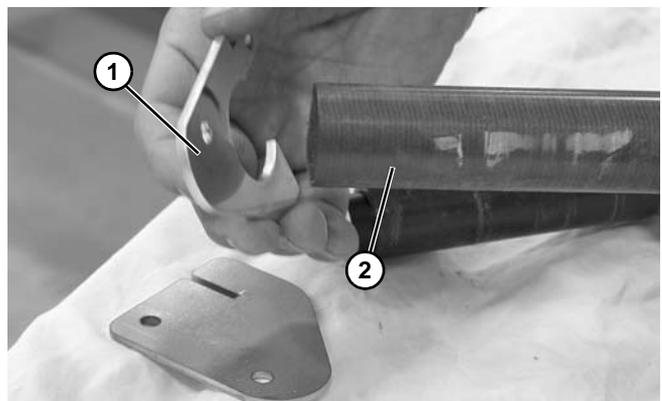

Figure 61
5. Si le convoyeur en est équipé, retirer les plaques restantes (**Figure 61, élément 1**) des extrémités de la barre d'usure (**Figure 61, élément 2**). Inspectez la surface de la barre. Si la barre est endommagée, la remplacer. Voir « Pièces de rechange » en page 26.